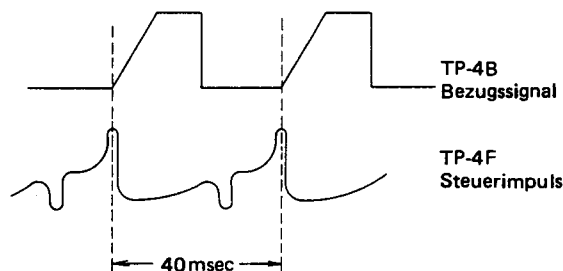

Abb. 3-4 Trackingvoreinstellung
3. Kanal 1 des Oszilloskops mit TP4F sowie Kanal 2 mit TP4B verbinden und VR4A8 so einstellen, daß der Impuls bei TP4F mit dem Anstieg der Trapezflanke bei TP4B (siehe Abb. 3-4) übereinstimmt.